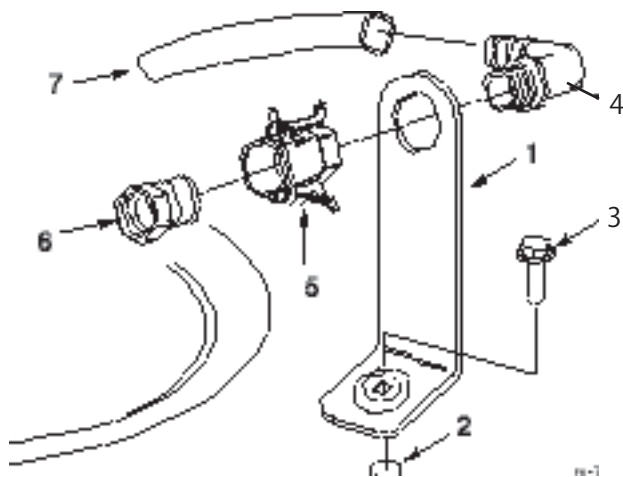

図2
1. タンクに開けてあるネジ穴に合わせて補給口ブラケットをセットし、フランジヘッド・ボルト (5/16 x 3/4 インチ) で固定する (図2)。
2. 90度エルボのネジ切りしている側をブラケットに通し、クイック・カップラでブラケットに固定する (図2)。
3. クイック・カップラにホース・アダプタを取り付ける (図2)。
4. カップラについているレバーをアダプタ側に倒してロックし、ヘアピンコッターで固定する (図2)。
5. 90度エルボに逆流防止ホースを取り付ける (図2)。